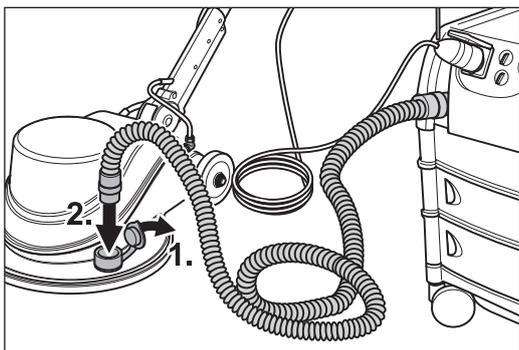

Abb. 24 Den Deckel öffnen und den Schlauch an die SINGLE anschließen.
- 3 Öffnen Sie den Deckel des Absauganschlusses am Maschinengehäuse und stecken Sie den Schlauch des Staubsaugers in den Stutzen (Abb. 24).